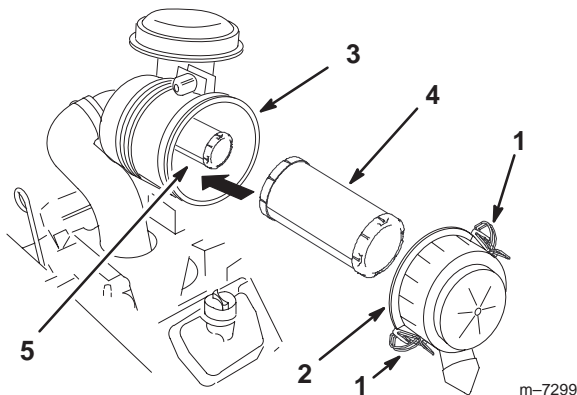

Figure 38
3. Ouvrez les fixations du filtre et ôtez le couvercle du corps du filtre (Fig. 38).
5. Sortez l'élément primaire du corps du filtre avec précaution (Fig. 38). Évitez de cogner l'élément à l'intérieur du corps.
2. Si vous remplacez l'élément de sécurité, insérez-le avec précaution dans le corps du filtre (Fig. 38).
3. Installez ensuite l'élément primaire sur l'élément de sécurité avec les mêmes précautions (Fig. 38). Assurez-vous qu'il est bien engagé en appuyant sur le rebord extérieur de l'élément quand vous l'installez.
4. Reposez le couvercle, le côté portant l'inscription **UP** étant tourné vers le haut, et verrouillez les fixations (Fig. 38).